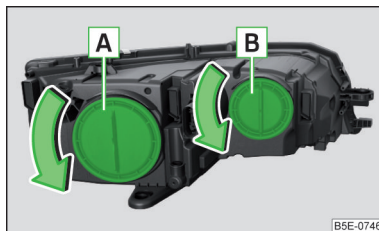

Fig. 348
Disponerea becurilor cu incandescentă » fig. 348
- › Rotiți capacul de protecție A » fig. 348 la pagina 315 în sensul săgeții.
- › Așezați capacul de protecție A » fig. 348 la pagina 315 și rotiți-l în sens opus săgeții.
- › Rotiți capacul de protecție **B** » fig. 348 la pagina 315 în sensul săgeții.
- › Așezați capacul de protecție **B** » fig. 348 la pagina 315 și rotiți-l în sens opus săgeții.